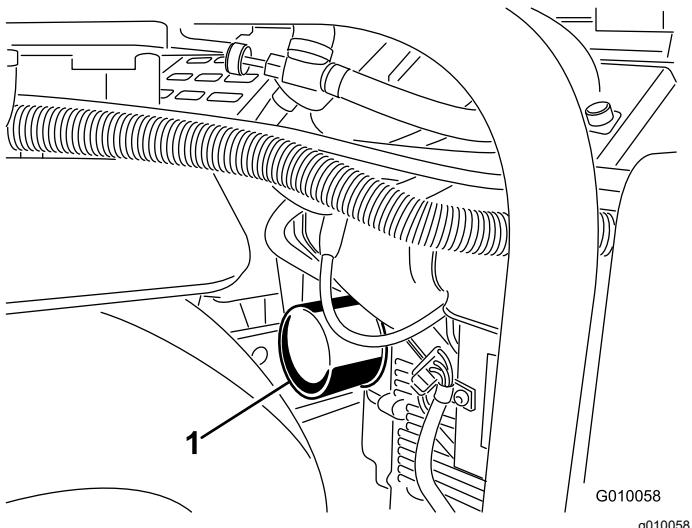
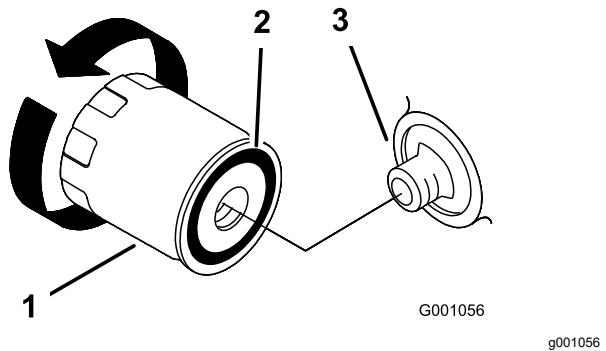

Figure 45
Figure 46
5. Placez un bac de vidange peu profond ou un chiffon sous le filtre pour récupérer l'huile (Figure 45).
6. Enlevez le filtre à huile usagé (Figure 45 et Figure 46) et essuyez la surface du joint de l'adaptateur.
13. Faites l'appoint d'huile avec précaution pour faire monter le niveau jusqu'au repère maximum (F) sur la jauge.